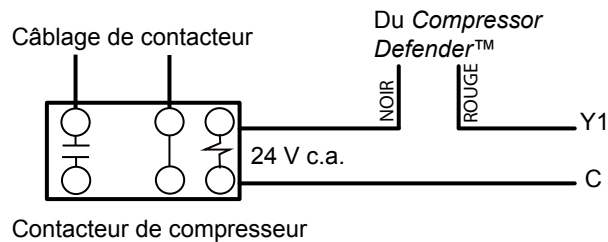

Figure 4. Câblage installateur 24 V c.a.
5. Raccorder le fil de thermostat 24 V c.a. fourni. Épissurer les fils de commande de thermostat du *Compressor Defender*™ sur le fil de thermostat de la borne Y1 comme sur la Figure 4.